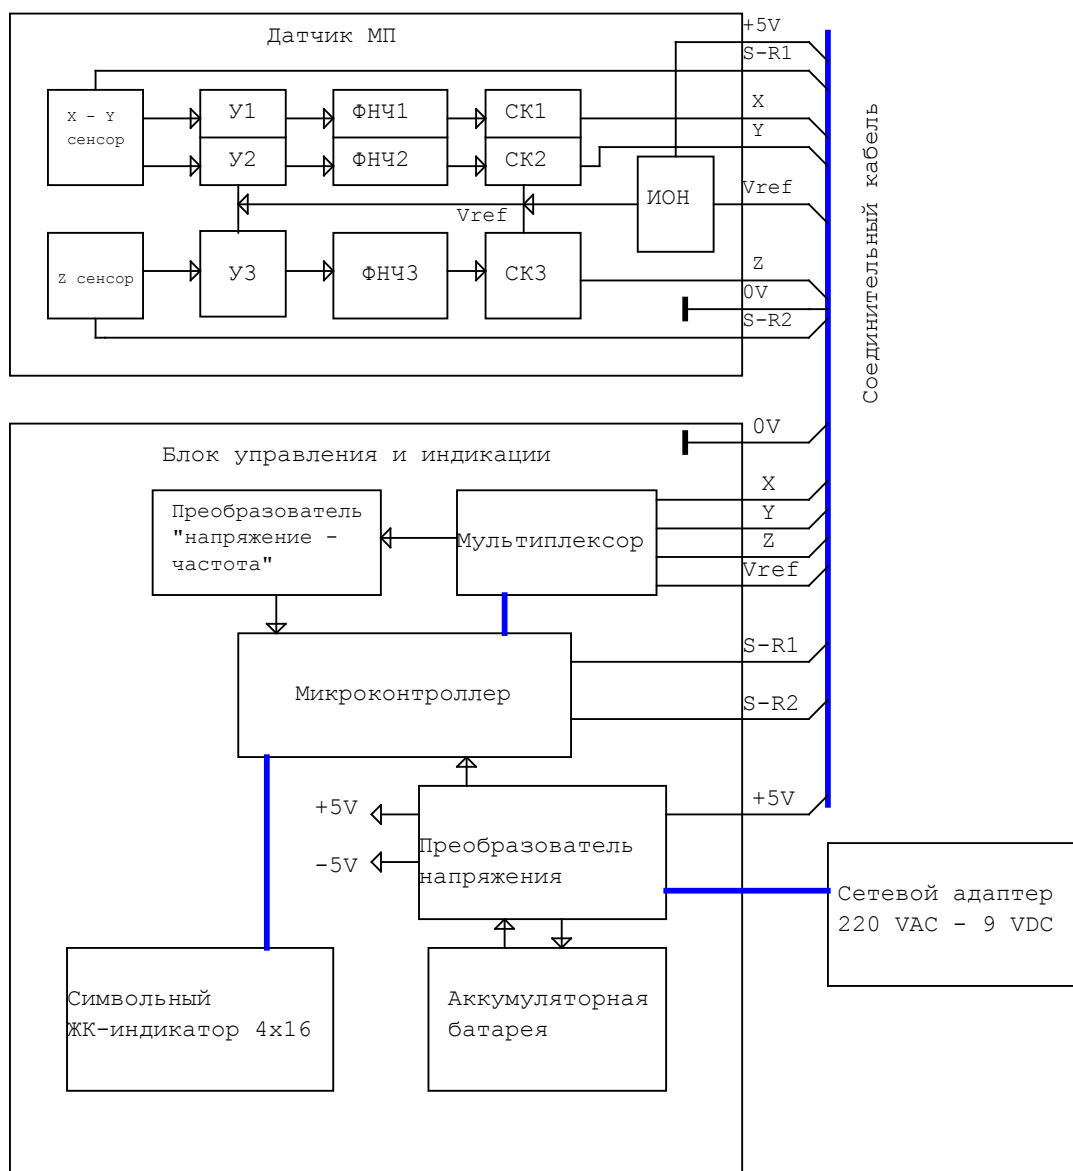

Рисунок 2. Функциональная схема измерителя.
1.4.4. Сигналы с выходов блока преобразования поступают на мультиплексор и далее на вход преобразователя «напряжение – частота» (ПНЧ) и в микропроцессор (см. рисунок 2). По выбору пользователя может быть установлен режим измерения модуля напряженности магнитного поля или модуля вектора магнитной индукции, включающий измерение трех ортогональных компонент вектора напряженности магнитного поля